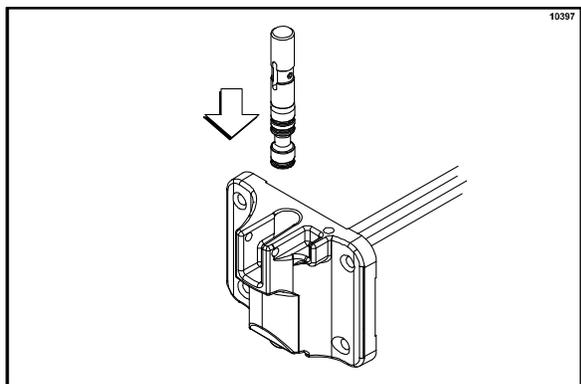

图 137
12. 使出料把手的插槽面向上，从顶部插入出料阀。（见图 137。）